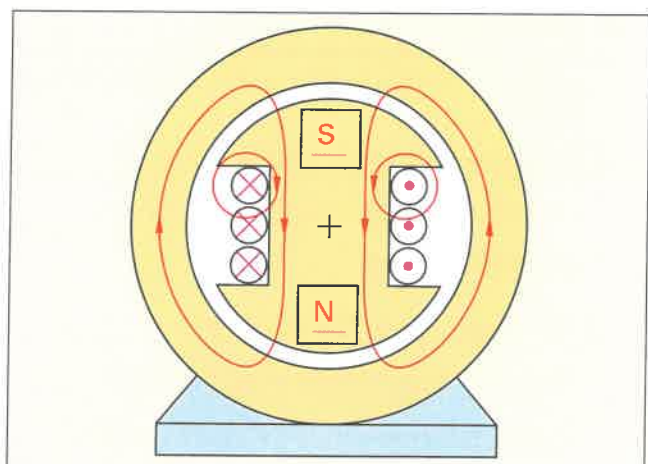

Bild 3: Elektromagnet in einer elektrischen Maschine
10. a) Tragen Sie im **Bild 3** den Verlauf der Feldlinien des drehbaren Elektromagneten ein.